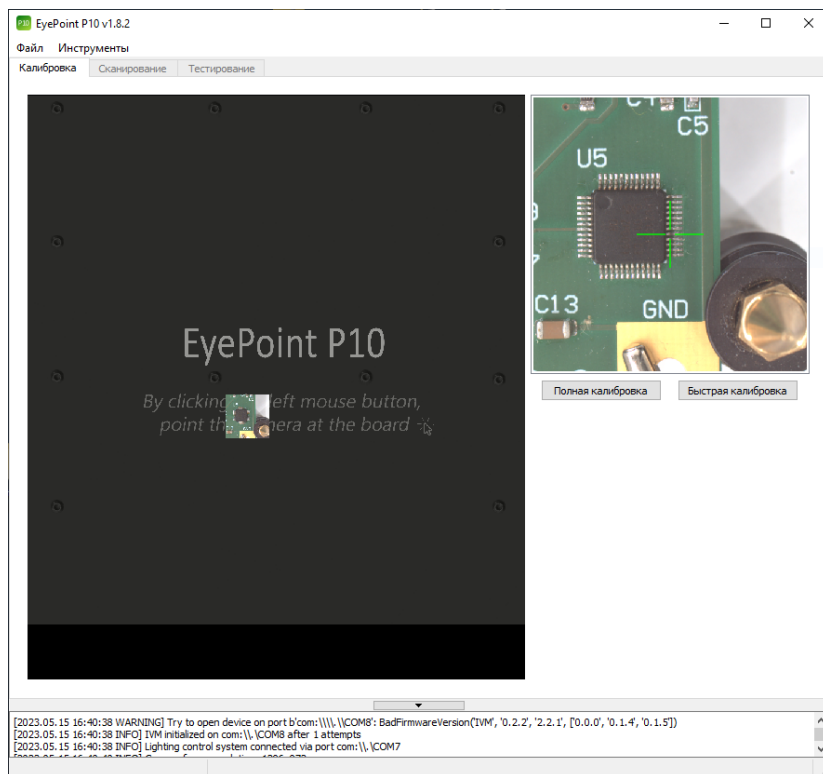

Рисунок 12. Внешний вид вкладки «Калибровка» главного окна ПО EyePoint P10.
1. Перейдите на вкладку «Калибровка» главного окна программы (Рисунок 12).